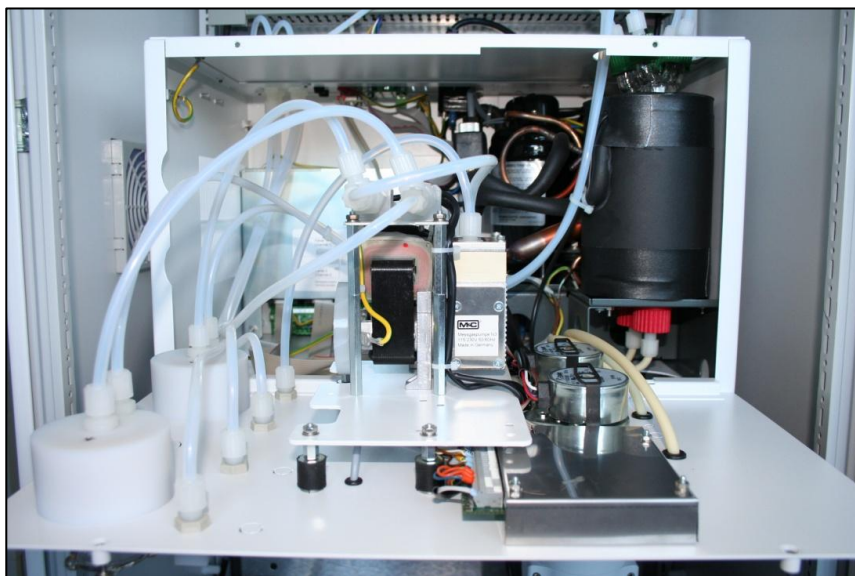

Abbildung 17 Wartung Messgaspumpe(n)
- 4 Schrauben (unverlierbar) an der Frontplatte lösen und ohne Entfernen der Verschlauchung und Verdrahtung leicht nach vorne aufklappen und nach oben aus der Gehäusehalterung ziehen; die Frontplatte kann jetzt um 90° gedreht wieder in die Gehäusehalterung eingehängt werden (siehe Abbildung 17).